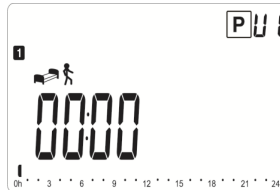

Fig. 21
- 4) appuyer pendant 1 seconde sur la touche (OK);
- 5) appuyer sur (OK) pour valider le choix ; la page écran s'affichera sur la Fig. 21.